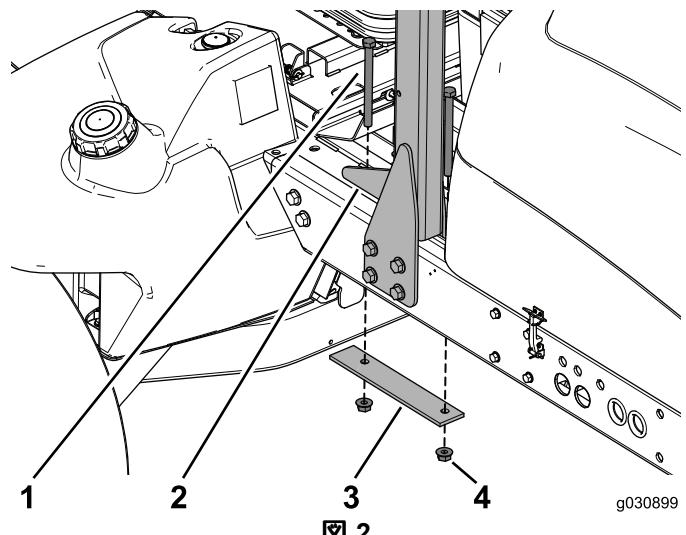

図2
3. ROPSをフレーム上部に固定しているボルト2本、補強プレート、フランジナットを外す。捨てないこと図2。